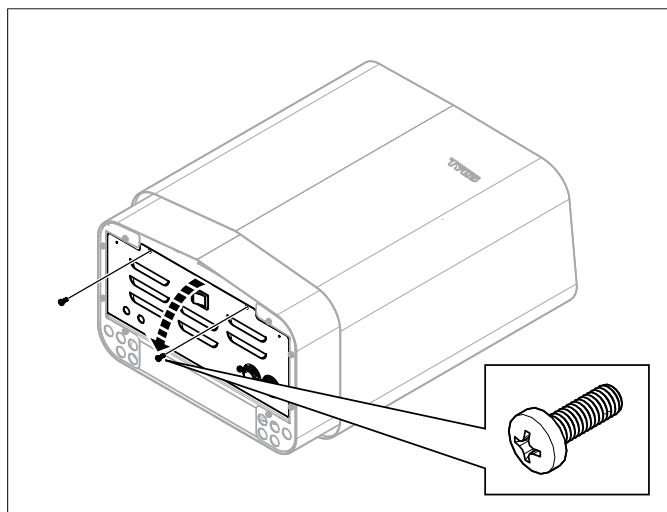

Fig 7: Öppna/stänga luckan
2. Lossa skruvarna och öppna luckan (se **Fig 7**, sidan 4).
7. Stäng luckan och skruva i skruvarna (se **Fig 7**, sidan 4).